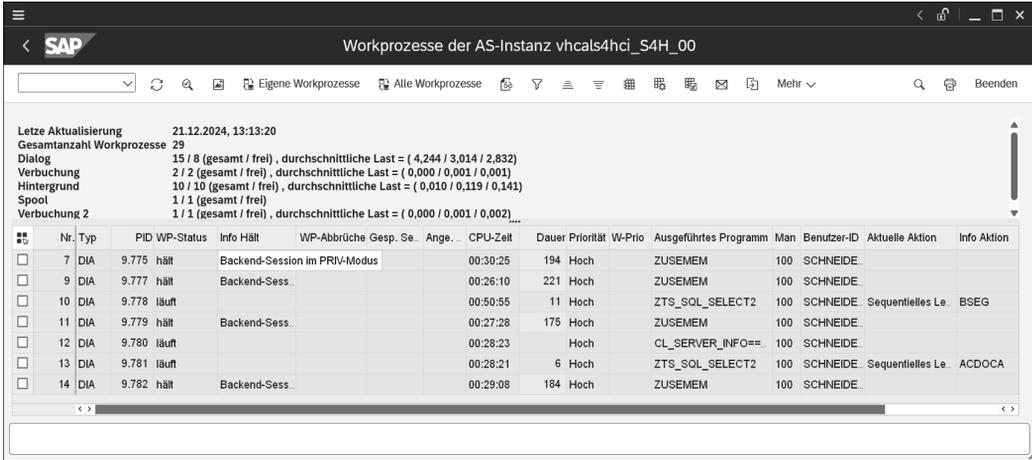

Abbildung 2.1 Workprozess-Übersicht
In Abbildung 2.1 sehen Sie die lokale Workprozess-Übersicht.
- Es befinden sich zahlreiche Workprozesse im **PRIV**-Modus (Feld **WP-Status** steht auf **hält**, Feld **Info Hält** steht auf **Backend-Session im PRIV-Modus**, siehe auch Abbildung 2.1).